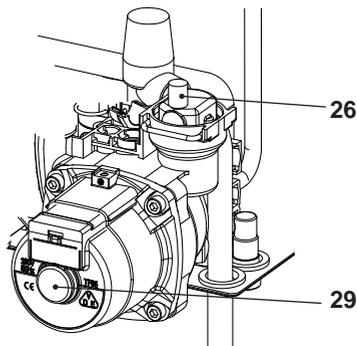

Fig. 6.3
- Alzare il tappo della valvola di sfiato automatica 26 in Fig. 6.3 .
- Togliere il tappo 29 in Fig. 6.3 e sbloccare la pompa ruotando il rotore con un cacciavite.